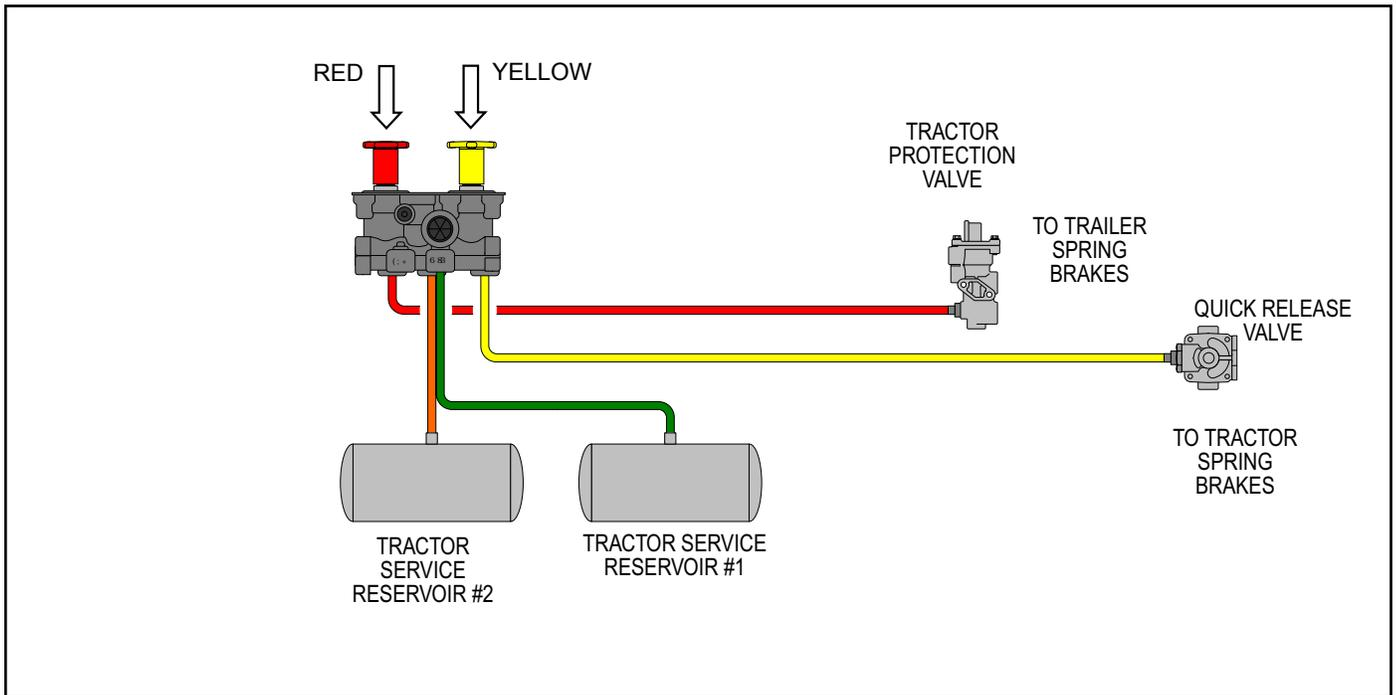

FIGURE 4 - NORMAL OPERATING POSITION TRACTOR & TRAILER
**NORMAL OPERATING POSITION (FIGURE 4)**